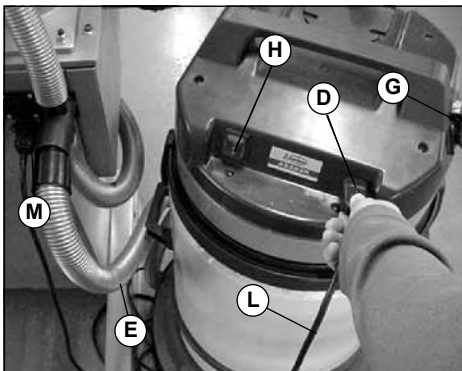

Fig. 5
- Ligue o cabo de comando L (Fig. 5) à base de ligação do aspirador D (Fig. 5) e à base de ligação da máquina M (Fig. 5). A localização do conector na orladora pode mudar, dependendo do modelo.
- Ligue a ficha do aspirador a uma tomada de corrente e situe o interruptor H (Fig. 5) na posição "II". Nessa posição, cada vez que os perfiladores da orladora entrarem em funcionamento, o aspirador será accionado simultaneamente, funcionando durante mais 5 segundos após a paragem dos perfiladores.
Não ligue nunca a orladora à tomada adicional G (Fig. 5) do aspirador.
- Ligam a ficha do aspirador à tomada de corrente. (Fig. 5).
- Ligam a ficha da ferramenta eléctrica à tomada suplementar G (Fig. 5), situada na parte superior da cabeça do aspirador.
- Ligam a ficha do aspirador a uma tomada de corrente eléctrica e colocar o interruptor G (Fig. 5) na posição "II". Desse modo, cada vez que a ferramenta for accionada, o aspirador também começará a funcionar automaticamente.